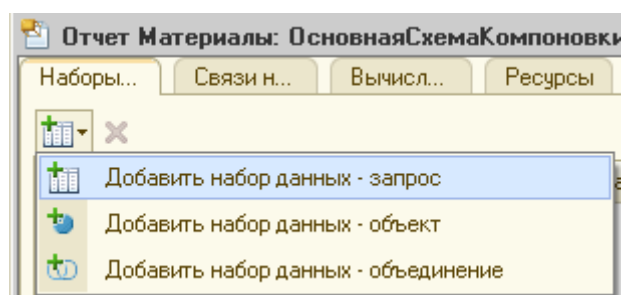

Рисунок 57 Добавление набора данных
3. На вкладке **Наборы данных** нажмите кнопку «Добавить», выберите пункт «Добавить набор данных – Запрос» (рис. 57).